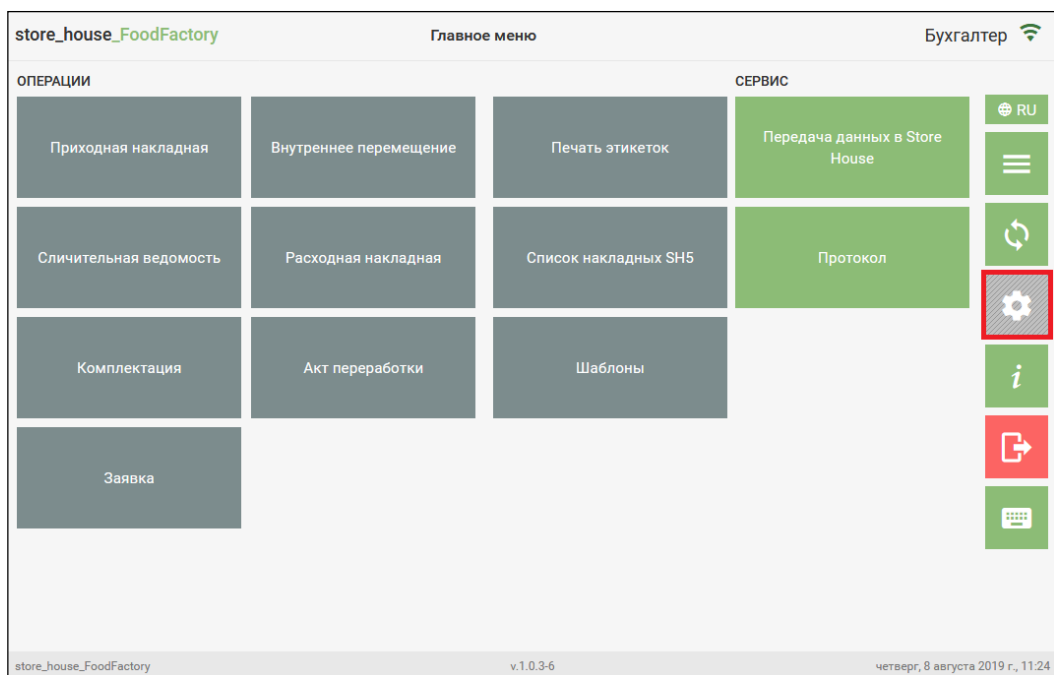

Рис. 30
**Внимание!** Если пользователю не будет дано право «Разрешить работу с настройками FoodFactory», то кнопка настроек будет неактивна (см. Рис. 30).